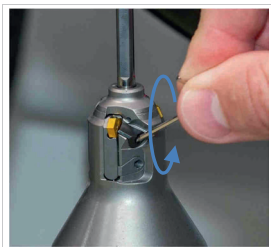

Abb. 10: Spanschraube lösen
2. Die Spanschraube mit einem passenden Winkelschraubendreher lösen, hierzu die Spanschraube **ca. 1½ Umdrehungen** gegen den Uhrzeigersinn drehen (siehe *Abb. 10: Spanschraube lösen*).